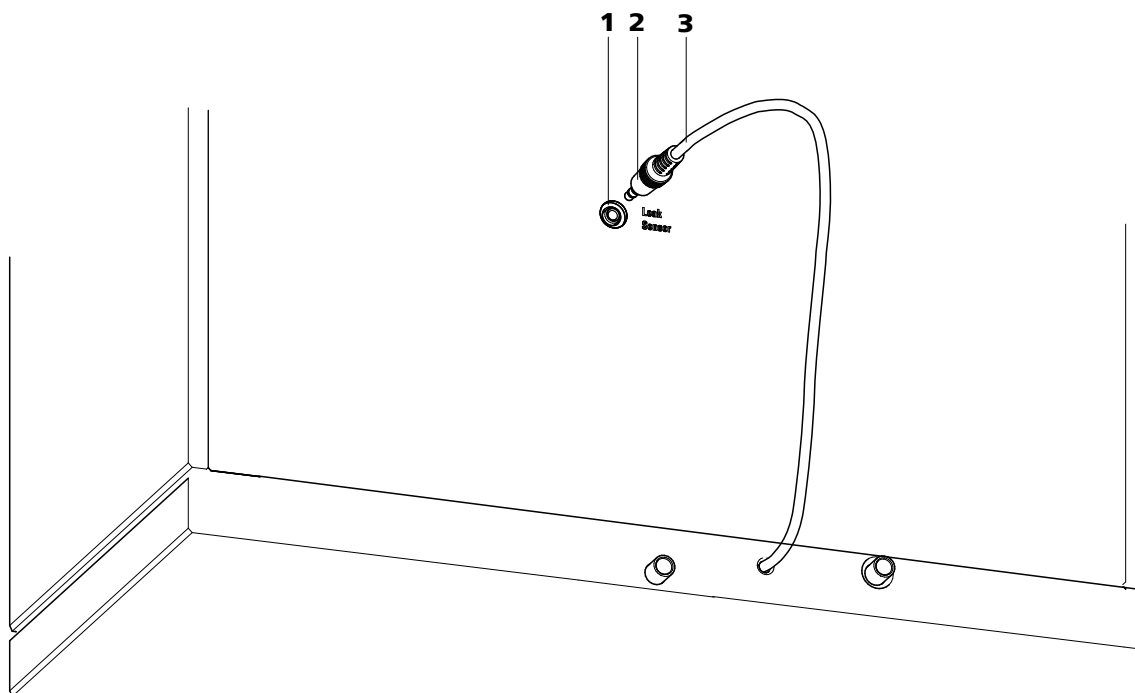

Abbildung 7 Anschluss des Lecksensors an der Geräterückseite
- 1 Lecksensor-Anschlussstecker (7-2) in die Lecksensor-Anschlussbuchse (7-1) auf der Geräterückseite (siehe Abbildung 7, Seite 27) einstecken.